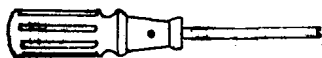

图 2—1 气阀专用起子
3. 气阀专用起子：是拆装打火机上各气阀的专用工具，如图2—1所示。
气阀专用起子市面上无售，通常可以按照图2—2所示意的进行自制。取木柄或塑柄螺丝刀数把，根据其刀杆直径
将刀刃处锉出两叉脚；也可将刃口切断头部后用相应的钻头钻孔再锉出两叉脚，如图2—2所示。